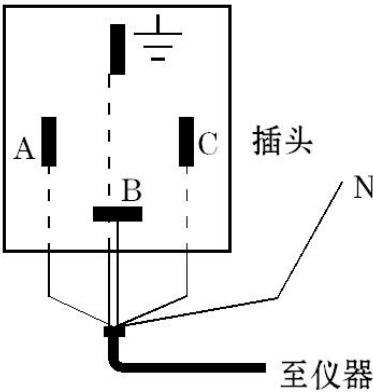

图 4 电源输入端为电源插头示意图
2.5 测量回路内阻 $2000\ \Omega \pm 1\%$ （按 GB4706.1-2005/IEC60335-1 要求即 GB/T12113(IEC60990)中图 4)
- ① 直接将仪器电源插头插入三相插座，如图 4。